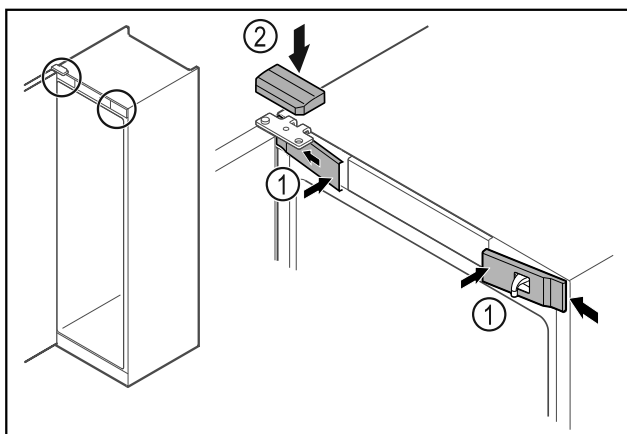

Fig. 43
- ▶ Зацепите сбоку и защелкните передние крышки Fig. 43 (1).
- ▶ Защелкните верхнюю крышку Fig. 43 (2) сверху.